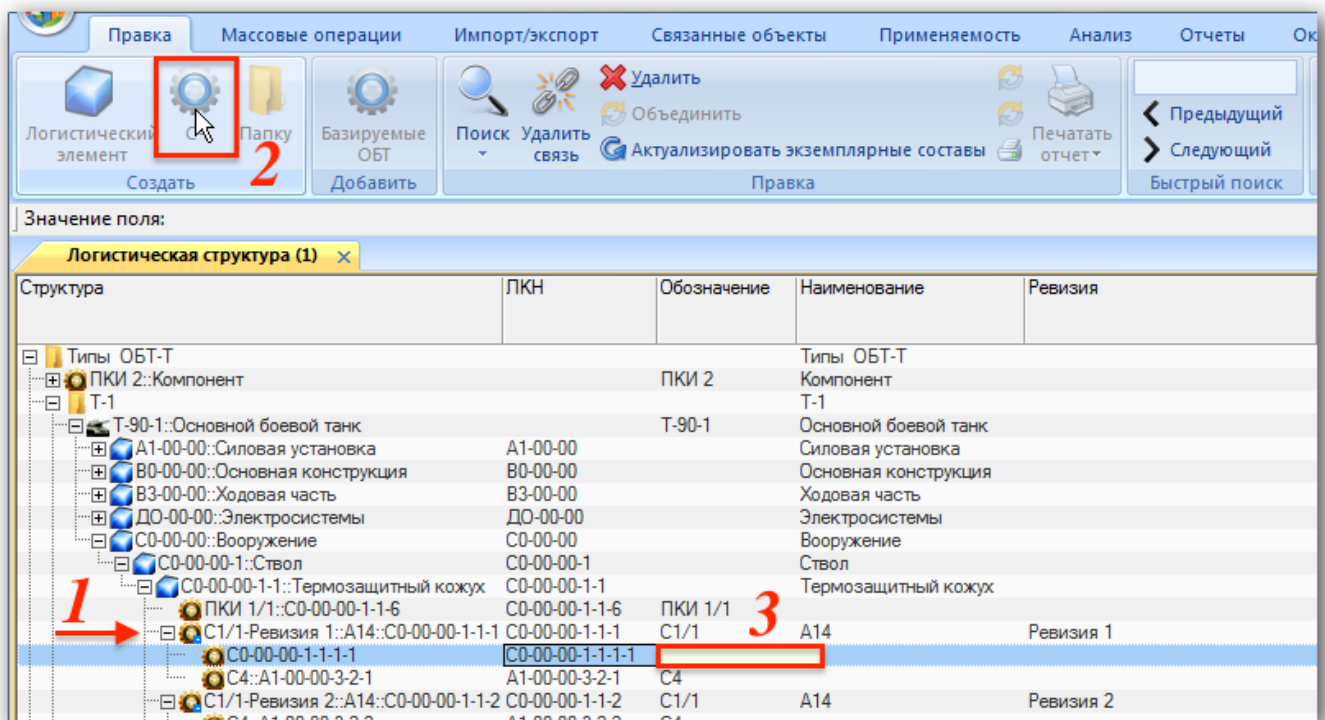

Рис. 10-57 – Создание нового компонента в составе ревизии «Ревизия 1» компонента C1/1
3) Для добавления нового компонента в состав какой-либо ревизии другого компонента (1 на рис. 10-57) необходимо выделить эту ревизию в окне «Логистическая структура» и нажать кнопку «СЧ» («Компонент») панели «Создать» (2 на рис. 10-57). Затем заполнить поле «Обозначение» для создаваемого компонента (3 на рис. 10-57). Новый компонент будет создан только в составе данной ревизии.